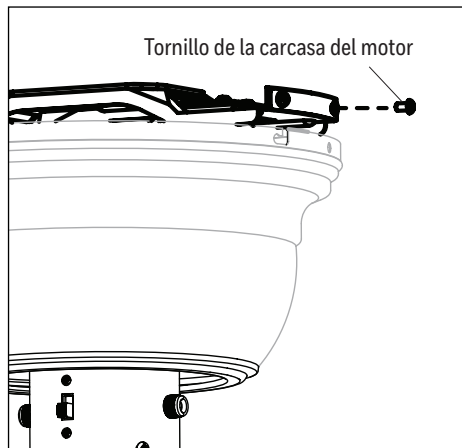

Figure 4.2
- Levante temporalmente la carcasa del motor hacia el soporte de montaje superior para determinar cuáles son los dos tornillos de la carcasa del motor en los costados del soporte de montaje superior que se alinean con los orificios ranurados en el borde superior de la carcasa del motor. Afloje parcialmente los dos tornillos de la carcasa del motor que se alinean con los orificios ranurados. Retire los otros dos tornillos de la carcasa del motor del soporte de montaje superior (Figure 4.2).